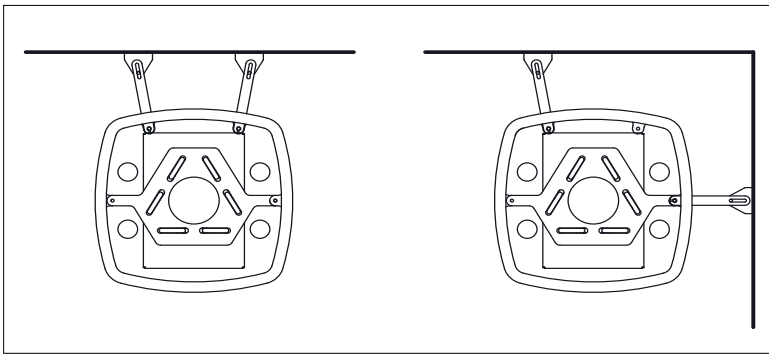

Abbildung 6.9-2: Montage von Halterungen
- Der Saunaofen wird mit zwei Haltestangen an der Wand oder den Bänken befestigt (Abbildung 6.9-2).